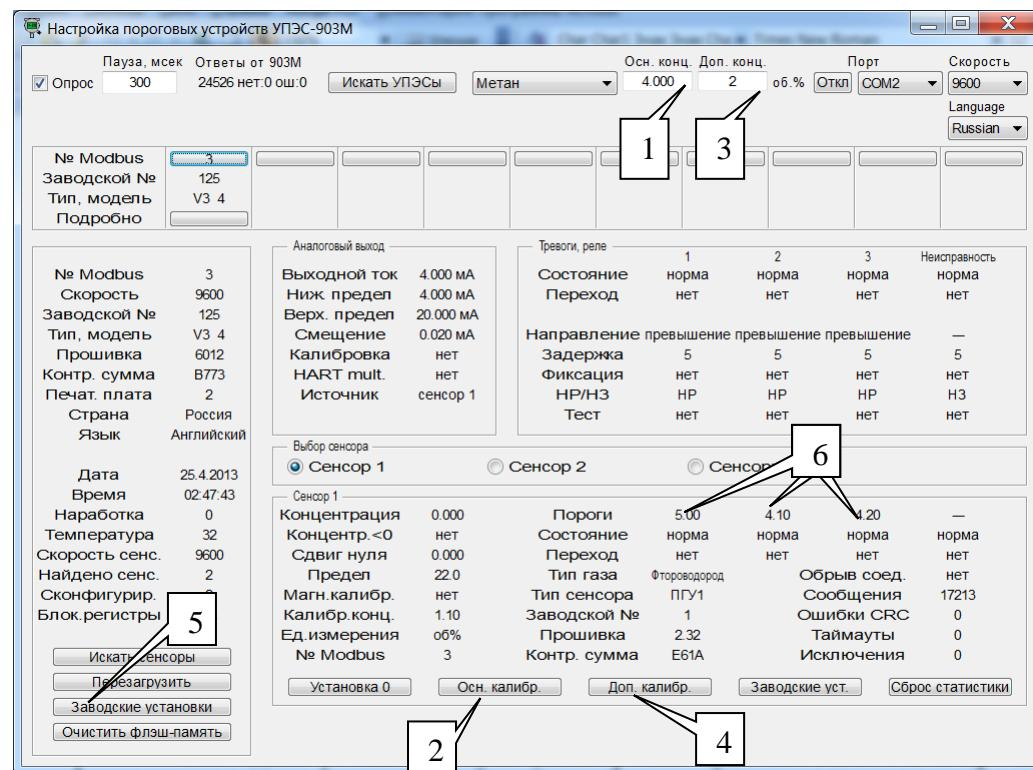

Рис.10 – проведение калибровки газоанализатора программным способом
- при проведении калибровки с ПГС высокой концентрации измеряемого газового компонента (более 75 % НКПР) устанавливают соответствующее значение «высокой концентрации газовой смеси» (в объемных долях) в поле «Высокая концентрация» (рис. 10, поз. 1). Для ПГС низкой концентрации определяемого газового компонента (50...75 % НКПР) устанавливают значение «низкой концентрации» (в объемных долях) в соответствующем поле «Низкая концентрация» (рис. 10, поз. 3)
- после установления стабильных показаний CCC-903ME, программным способом нажимают кнопку «Калибровка с высокой концентрацией» (рис. 10, поз. 2) или кнопку «Калибровка с низкой концентрацией» (рис. 10, поз. 4), при этом следует проконтролировать установление в соответствующем поле концентрации определяемого компонента значения концентрации ПГС, по которой производилась калибровка.
При необходимости (в случае неправильной калибровки газоанализатора или его некорректной работы) пользователь может осуществить возврат к установленным штатным ( заводским) настройкам характеристик CCC-903МЕ – нажатием соответствующей клавиши «Заводские установки» (рис. 10, поз 5).
Пользователь также вправе самостоятельно установить требуемые значения порогов срабатывания аварийной сигнализации нажатием соответствующих кнопок «Порог 1», «Порог 2», «Порог 3» (рис. 10, поз. 6). При этом в диалоговом окне следующего вида: